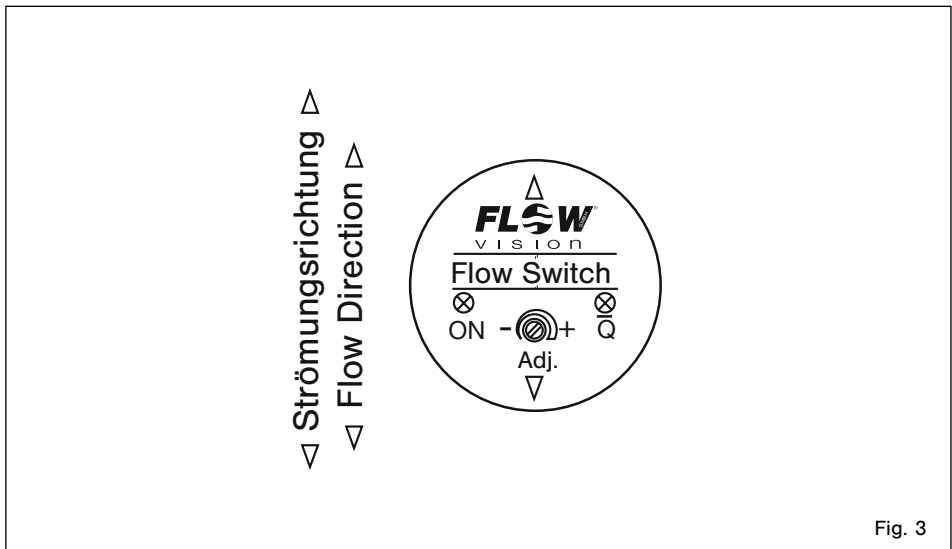
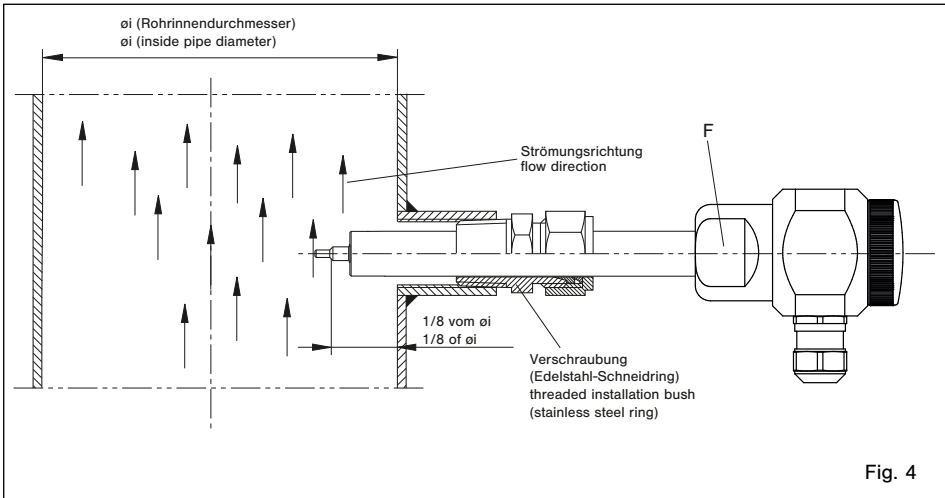

Fig. 3
Fig. 4
3 Die beiden Messfühler (S) müssen nebeneinander im Strömungsmedium liegen (siehe Fig. 2). Dies ist der Fall, wenn die Schlüsselansatzflächen (F) parallel zur Rohrleitung stehen (siehe Fig. 4) und die Markierung auf der Frontplatte mit der Strömungsrichtung übereinstimmt (siehe Fig. 3).
Der Absatz der Messfühler (7 mm ab Spitze gemessen) sollte etwa bei 1/8 des Rohrinneindurchmessers ϕ_i liegen (siehe Fig. 4).
3 The two sensors (S) on the flow monitor must be aligned side by side directly across the direction of flow (see fig. 2). The sensors are correctly positioned when the wrench flats (F) are aligned parallel with the pipeline (see fig. 4) and when the marking on the front matches the flow direction (see fig. 3).
The bevel of the sensors (measured 7 mm/.28 in. from top) should be positioned at about 1/8 of the inside pipe diameter ϕ_i (see fig. 4).
- 3 Die gelbe LED (\bar{Q}) im Strömungswächter (siehe Fig. 3) zeigt den momentanen Ist-Bereich des Schaltpunktes an.
- 3 The yellow LED (\bar{Q}) on the Flow Monitor (see fig. 3) indicates the actual range of response value.